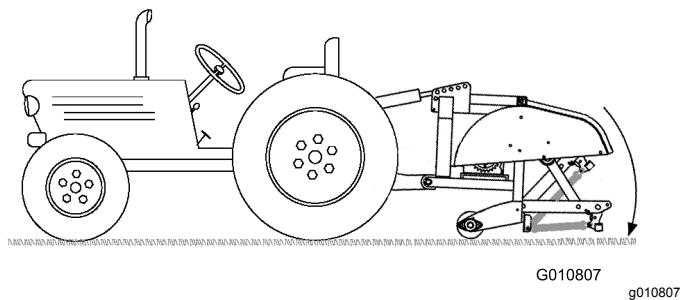

Figure 13
4. Abaissez l'aérateur au sol et déployez complètement le vérin du bras d'attelage hydraulique supérieur ou le vérin supérieur (Figure 13).